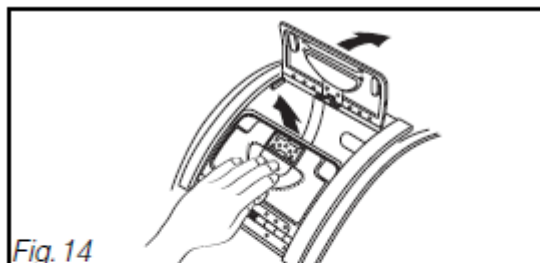

Fig. 14
- Prima o botão de abertura superior no tambor (fig. 14). Para o fechar, junte o portilhão para baixo até encaixar as 2 partes (gancho).